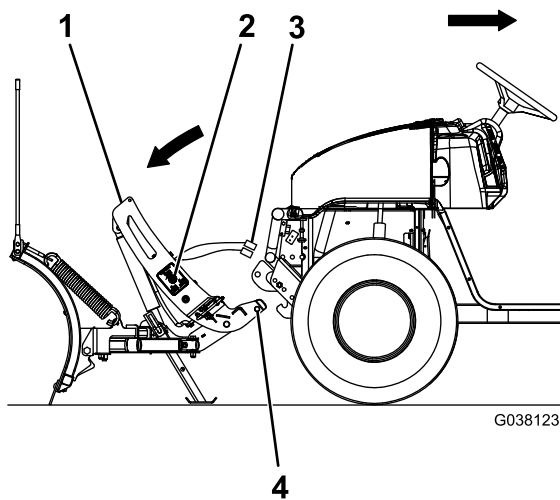

Bild 23
- Drücken Sie den SmartHitch2-Schalter an der Seite der Kupplungssäule nach unten und senken Sie die Kupplungssäule vollständig ab (Bild 23).
- Trennen Sie den Kabelbaum des Schilds vom Kabelbaum des Fahrzeugs und bringen Sie die Staubschutzkappen der elektrischen Anschlüsse an (Bild 23).